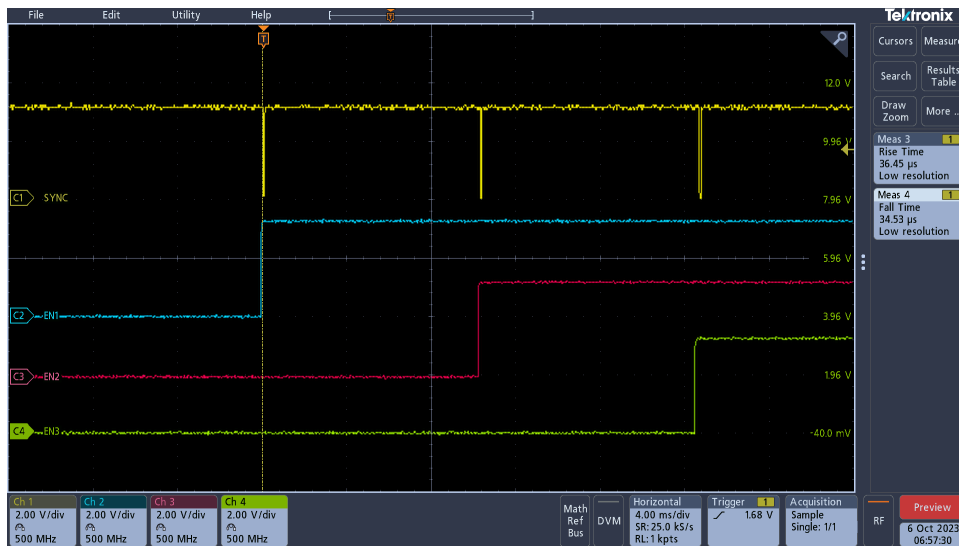

图 4-5. 具有同步的上电序列
- 图 4-5 展示了上电序列中前三个使能信号的正确操作以及来自 TPS389006 的相应同步脉冲。